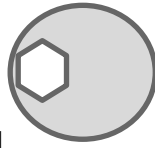

Fig.1
- Monter le condenseur (molette latérale) jusqu'à l'apparition de la netteté des bords du diaphragme (fig. 1)